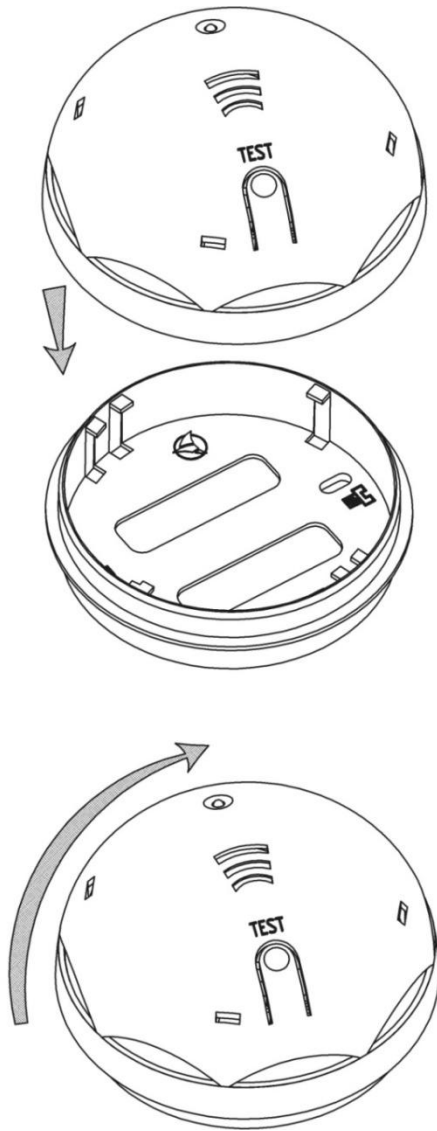

Рис.4. Встановлення сигналізатора в основу
5.4.3 Встановити сигналізатор в основу та повернути його за годинниковою стрілкою (дивись рис.4).